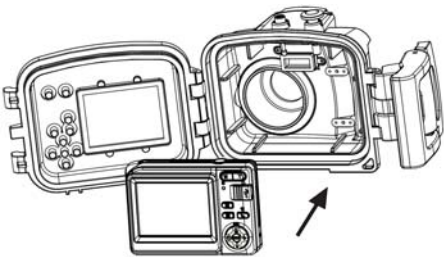

Abb.3
3. Setzen Sie die Kamera in das Gehäuse (Abb.3)